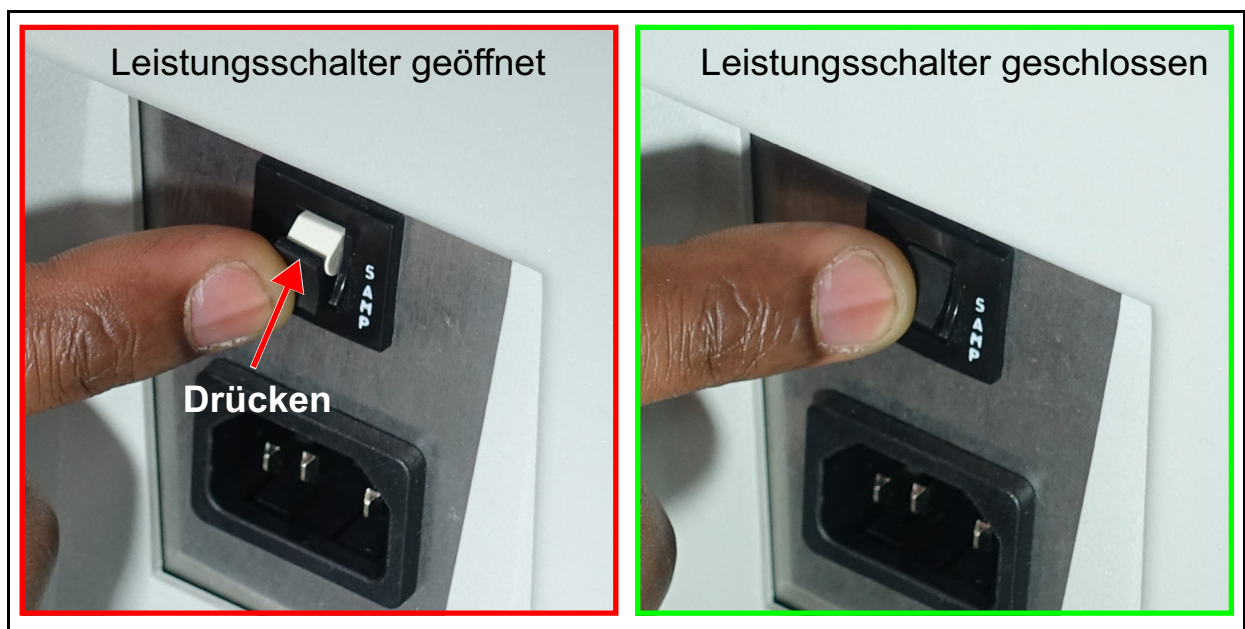

Abbildung 4-22: Leistungsschalter schließen
2. Ziehen Sie das Netzkabel ab und drücken Sie den Leistungsschalter in Richtung Gerät, um ihn zu schließen (Abbildung 4-22).